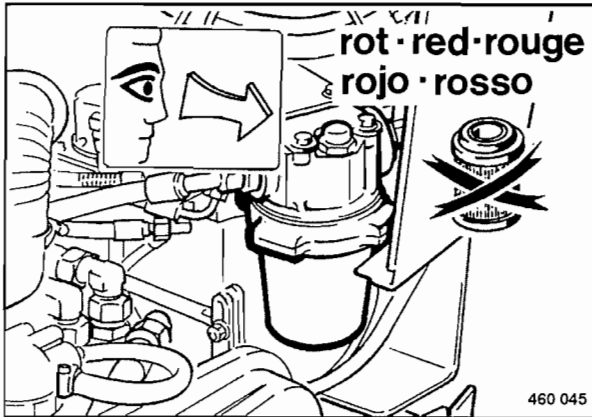

Fig. 78
- Si el campo óptico de indicación (Fig. 78) indica el color rojo hay que cambiar el elemento filtrante del aceite hidráulico.